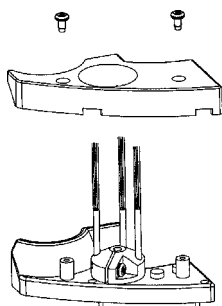

Fig. 1
1. Desatornille los dos tornillos como se muestra en la Fig. 1.